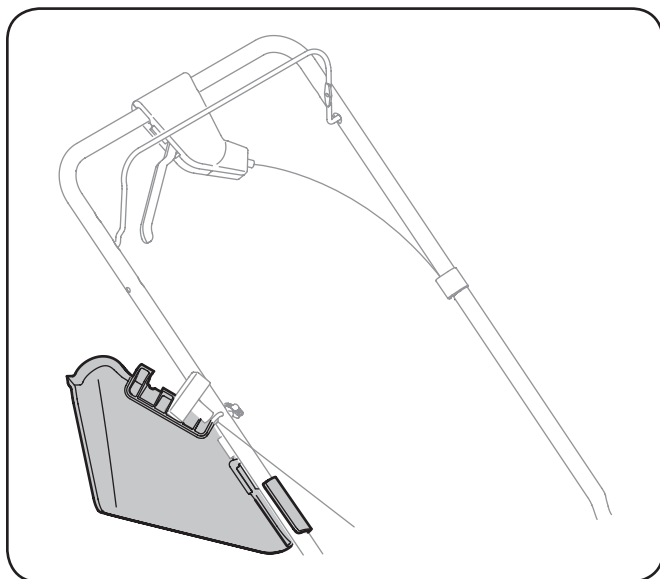

Figura 7-2
- Asegure tolva de descarga lateral para manejar como se muestra en Figura 7-2.